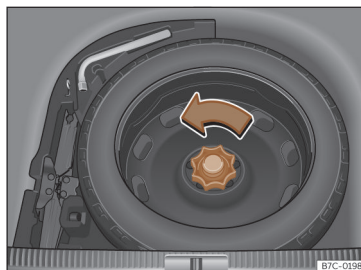

Fig. 235 En el maletero: piso de carga alzado.
- Gire la ruedecilla en sentido contrario a las agujas del reloj»» **fig. 235**.